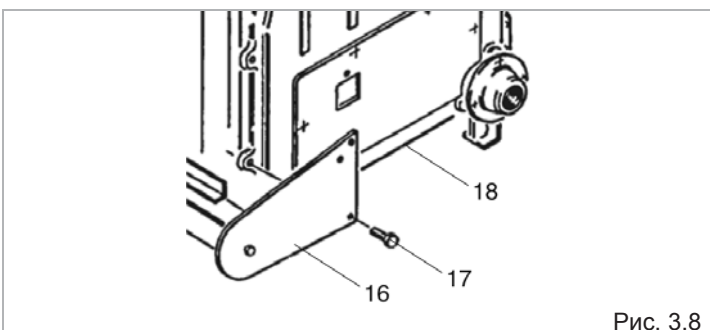

Рис. 3.8
Для установки коллектора горелок (16), навинтите четыре винта с шестигранной головкой М8 x 16 (17) на выступы с резьбой в двух головных частях корпуса котла (18) (Рис. 3.8).